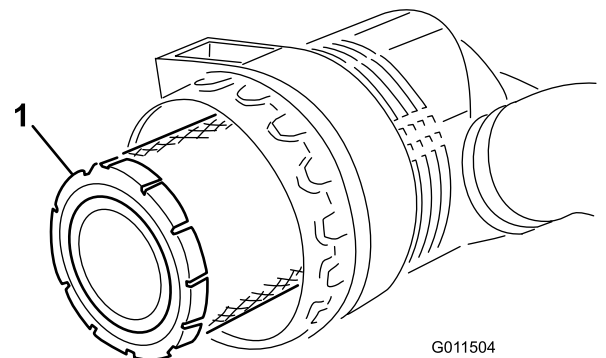

Figure 86
5. Déposez et remplacez le préfiltre (Figure 86).